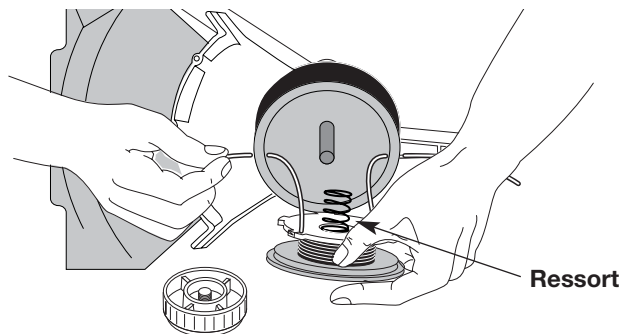

Fig. 39
- Insérez les extrémités du fil dans les œillets de la bobine extérieure et placez le moulinet et le ressort dans la bobine (Fig. 39). Enfoncez le moulinet et la bobine ensemble. Tout en tenant le moulinet et la bobine, saisissez les extrémités et tirez fermement pour dégager le fil des fentes de retenue de la bobine.
5. Insérez les extrémités du fil dans les œillets de la bobine extérieure (Fig. 39).